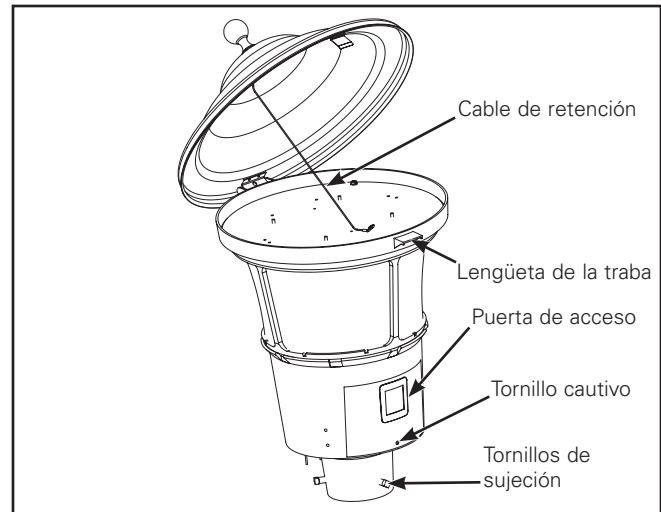
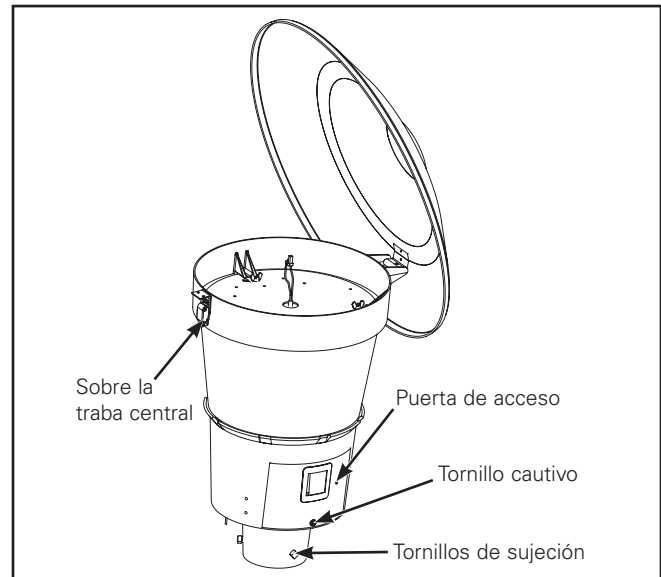

Figura 1. (Breckenridge)
Figura 2. (Woodbridge)
1. Afloje el tornillo cautivo y quite la puerta de acceso. (Figura 1. - Figura 2.)